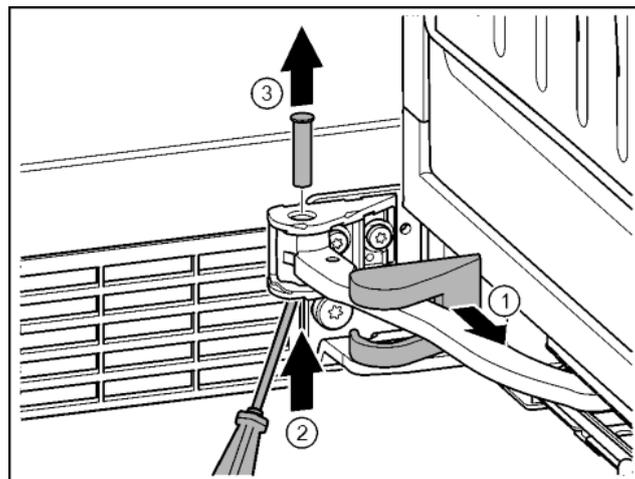

Fig. 18
- Togliere la copertura del blocco di supporto e spingerla lungo lo snodo. *Fig. 18 (1)*
- Sollevare dal basso il perno con un dito o un cacciavite. *Fig. 18 (2)*
- Portarsi con un cacciavite sotto la testa del perno ed estrarre. *Fig. 18 (3)*